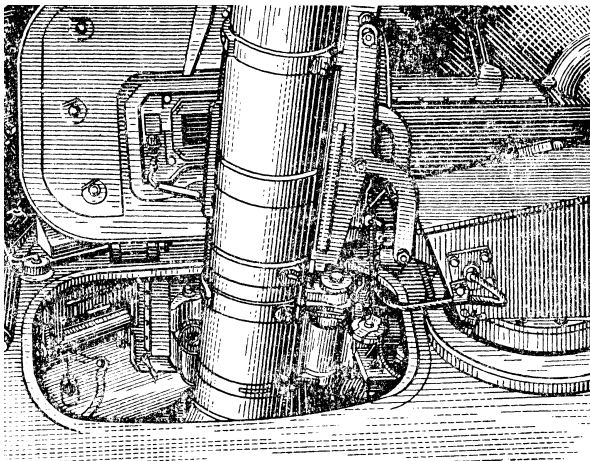

Рис. 86. Встановлення контейнера на люльку
- встановити контейнер на люльку так, щоб передні і задні зачепи контейнера ввійшли в пази люльки та просунути контейнер вперед до упора (рис. 86);